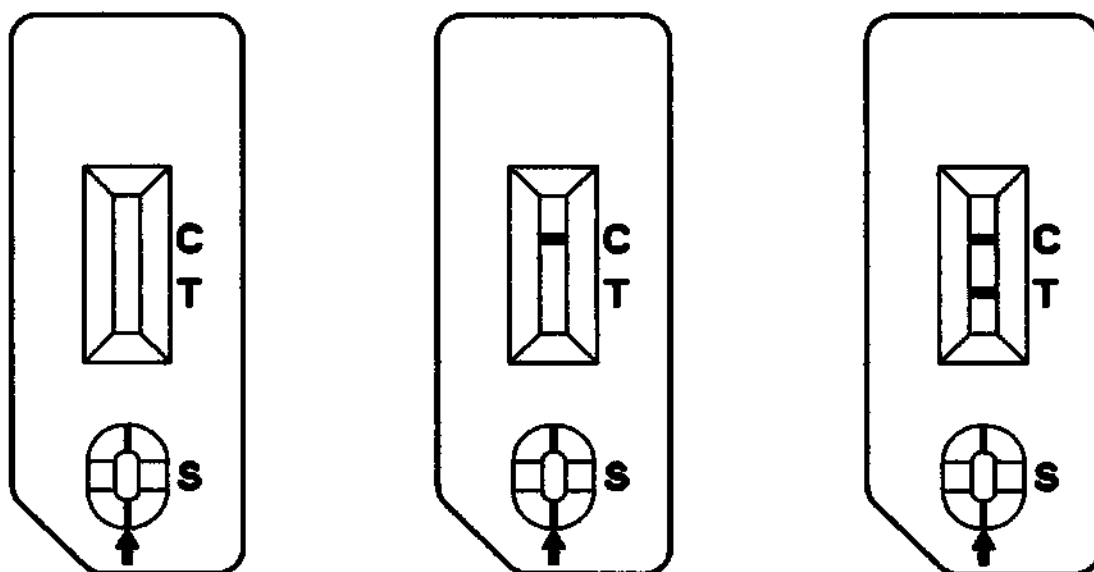

Рисунок 13. Недействительный Рисунок 14. Отрицательный Рисунок 15. Положительный
- 1) Результат недействителен - если контрольная линия (С) не окрашена. (Рисунок 13)